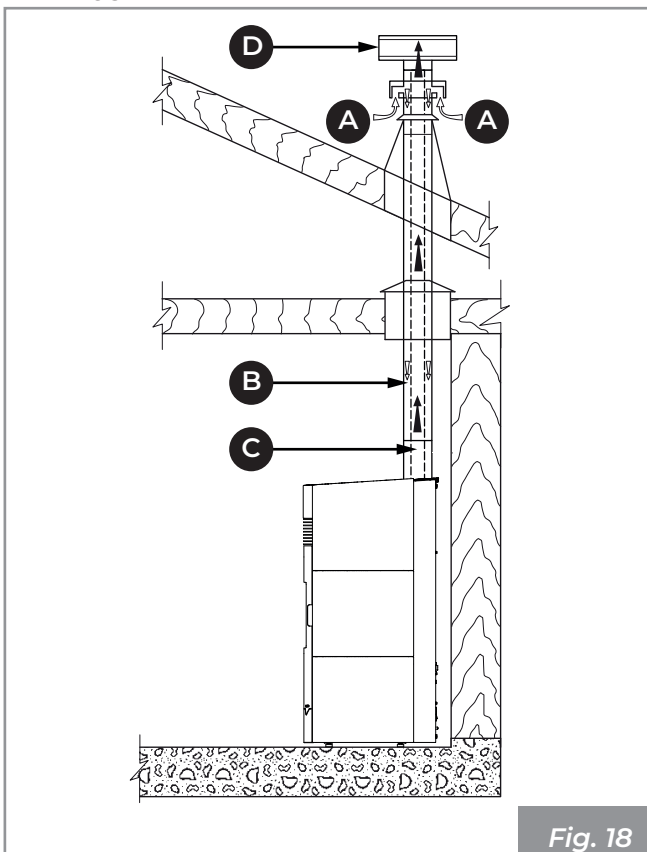
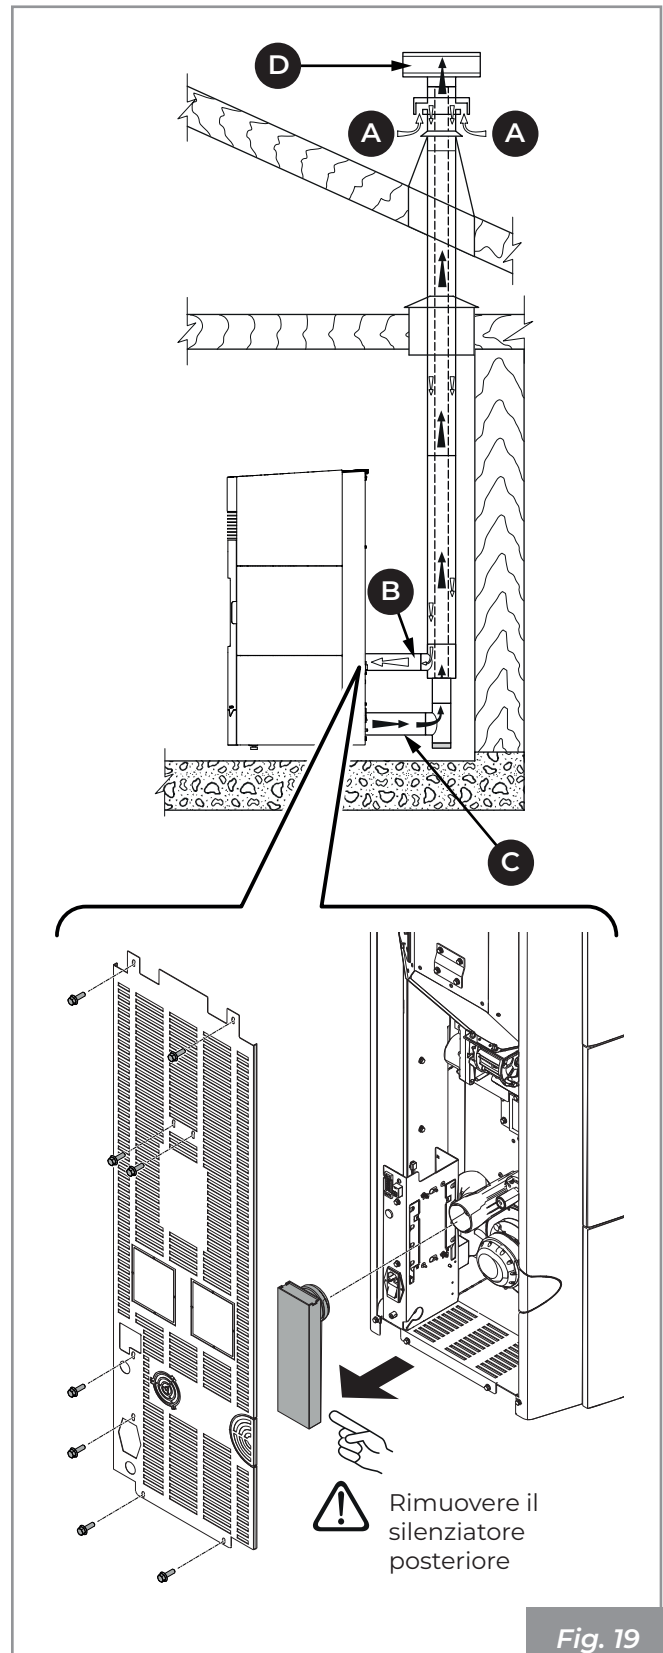
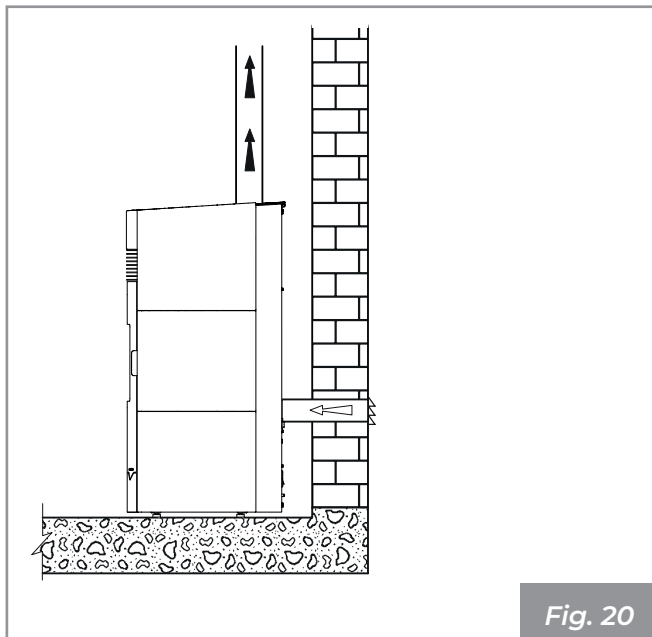
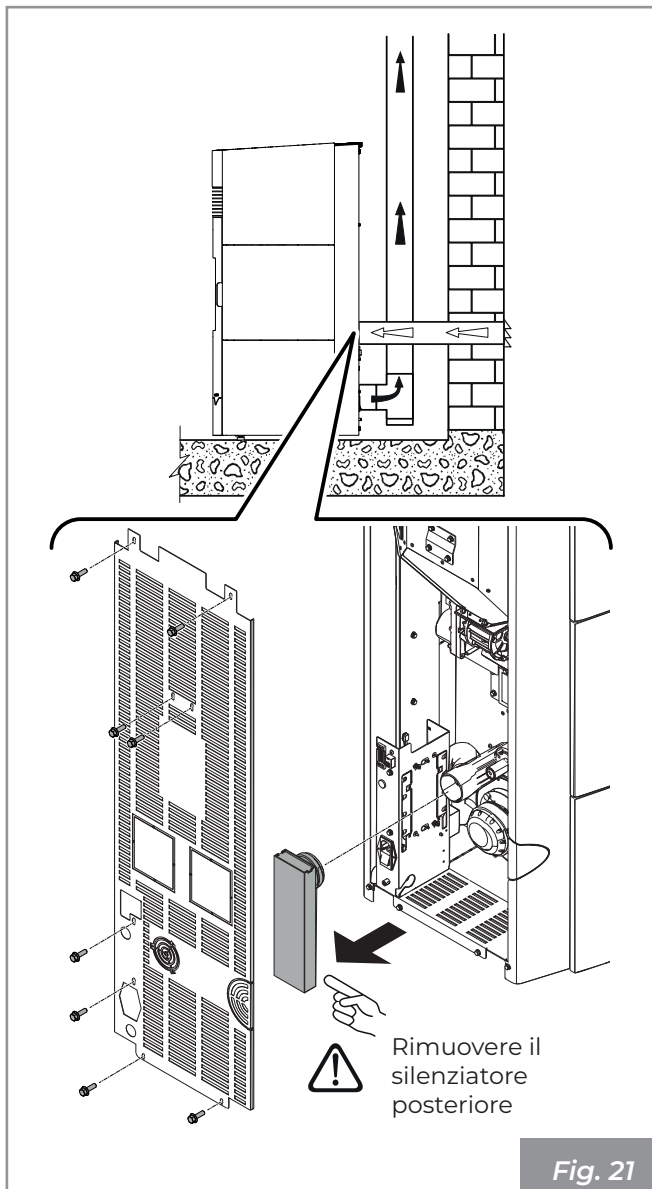

Fig. 18
Fig. 19
Fig. 20
Fig. 21
- provenire direttamente dall'esterno con collegamento diretto alla camera di combustione (**Fig. 18 - Fig. 21**).
- canalizzare l'aria comburente sfruttando un tubo di scarico coassiale per l'espulsione dei fumi e il prelievo dell'aria (**Fig. 18 - Fig. 19** - **A, B** = Ingresso aria, **C, D** = Uscita fumi); pertanto non è necessario fare una classica presa d'aria nel locale.
- collegare l'ingresso dell'aria comburente dell'apparecchio alla presa d'aria con un apposito condotto (**Fig. 20 - Fig. 21**).